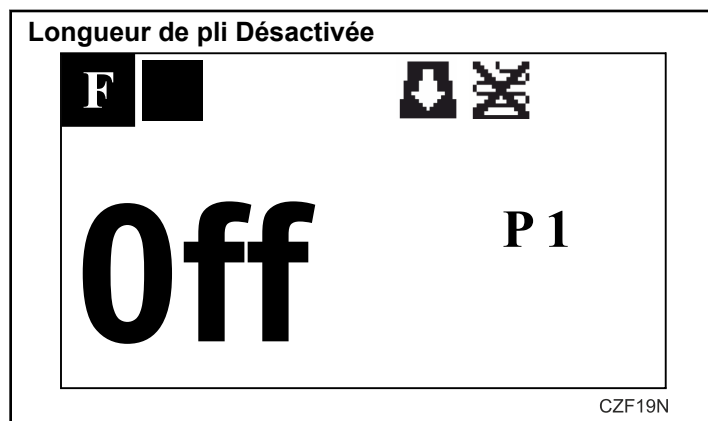

Figure 10
- Pour désactiver la fonction de pliage, appuyer sur le bouton BAS quand la plus petite longueur de pli, soit 280 mm [11,02 po], est réglée. Quand la fonction de pli est désactivée, le symbole Off (désactivé) apparaît à l'écran. Voir la *Figure 10*.